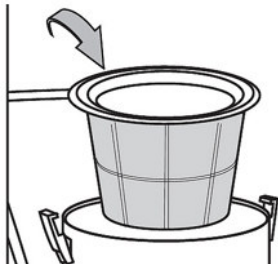

Abb. 4: Einbau des Filters
Schritt 2: Setzen Sie den Filter B in den Behälter E ein. (Abb.4)